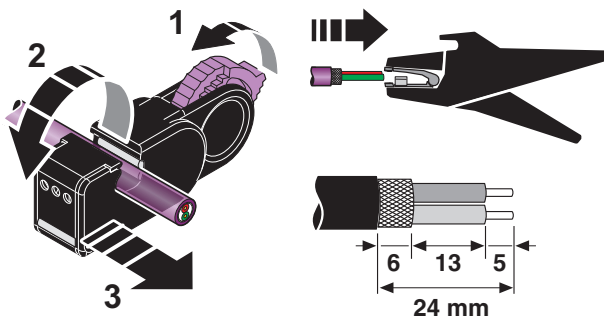

Bild 11 Abisolieren
- Isolieren Sie die Leiter gemäß Bild 11 ab.